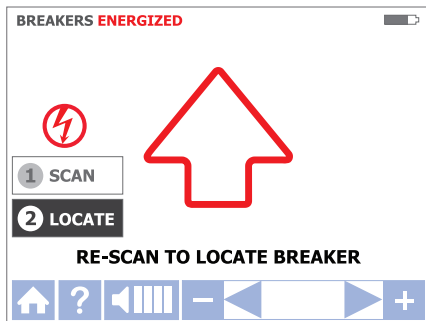
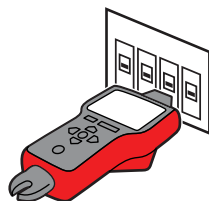

Abbildung 3.4c
Abbildung 3.4d
- b. Prüfen Sie jeden Unterbrecher/jede Sicherung eine halbe Sekunde lang durch Berühren mit dem Spitzensor. Achten Sie darauf, dass die Vertiefung im Spitzensor parallel zum Unterbrecher/zur Sicherung verläuft (siehe Abbildung 3.4d).
4. Schritt 2 – ② LOKALISIEREN
- a. Wählen Sie den LOKALISIEREN-Modus. Dazu wählen Sie diese Betriebsart mit den Richtungstasten aus, anschließend drücken Sie die gelbe ENTER-Taste. (Siehe Abbildung 3.4c.)
- b. Prüfen Sie jeden Unterbrecher/jede Sicherung eine halbe Sekunde lang durch Berühren mit dem Spitzensensor. Der rote Pfeil zeigt an, dass die Messung läuft (siehe Abbildung 3.4c). Achten Sie darauf, dass die Vertiefung im Spitzensensor parallel zur Längsseite des Unterbrechers verläuft. (Siehe Abbildung 3.4d.)